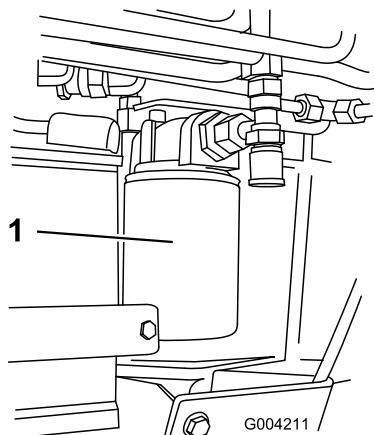

Figura 51
- Coloque un recipiente debajo del filtro (Figura 51).
- Retire el filtro usado (Figura 51) y límpie con un paño la superficie de la junta del adaptador del filtro.
- Instale el filtro hidráulico nuevo en el adaptador del filtro (Figura 51). Apriete el filtro en el sentido de las agujas del reloj hasta que la junta de goma entre en contacto con el adaptador del filtro, luego apriete el filtro tres cuartos de vuelta más.